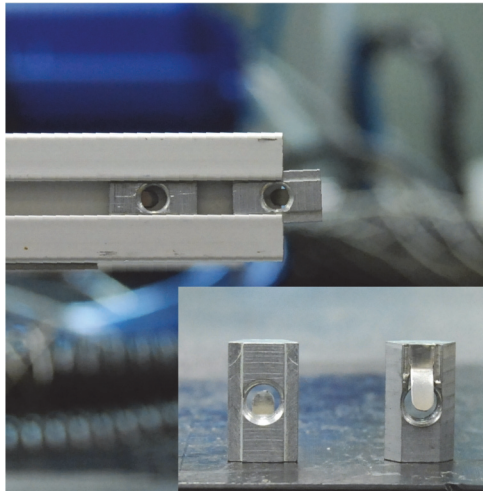

Figura 2-29 As porcas-T são usadas para fixar acessórios às seções da barra da estrutura.
5. Recupere as porcas-T das seções antigas da barra da estrutura e instale-as nas novas seções. Cada alça precisa de duas porcas-T, cada régua precisa de duas e cada seção de barra da estrutura precisa de uma para prender a estrutura lateral (Figura 2-29 na página 58).